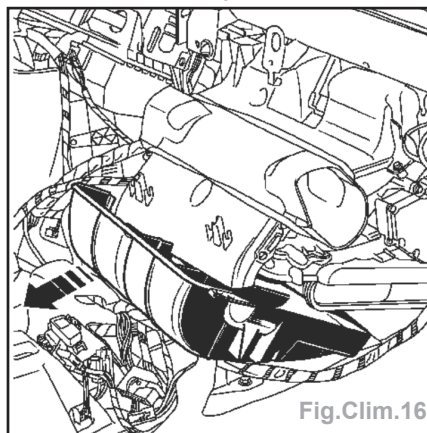

Fig.Clim.16
- le carter inférieur du radiateur en le tirant vers soi (Fig.Clim.16),